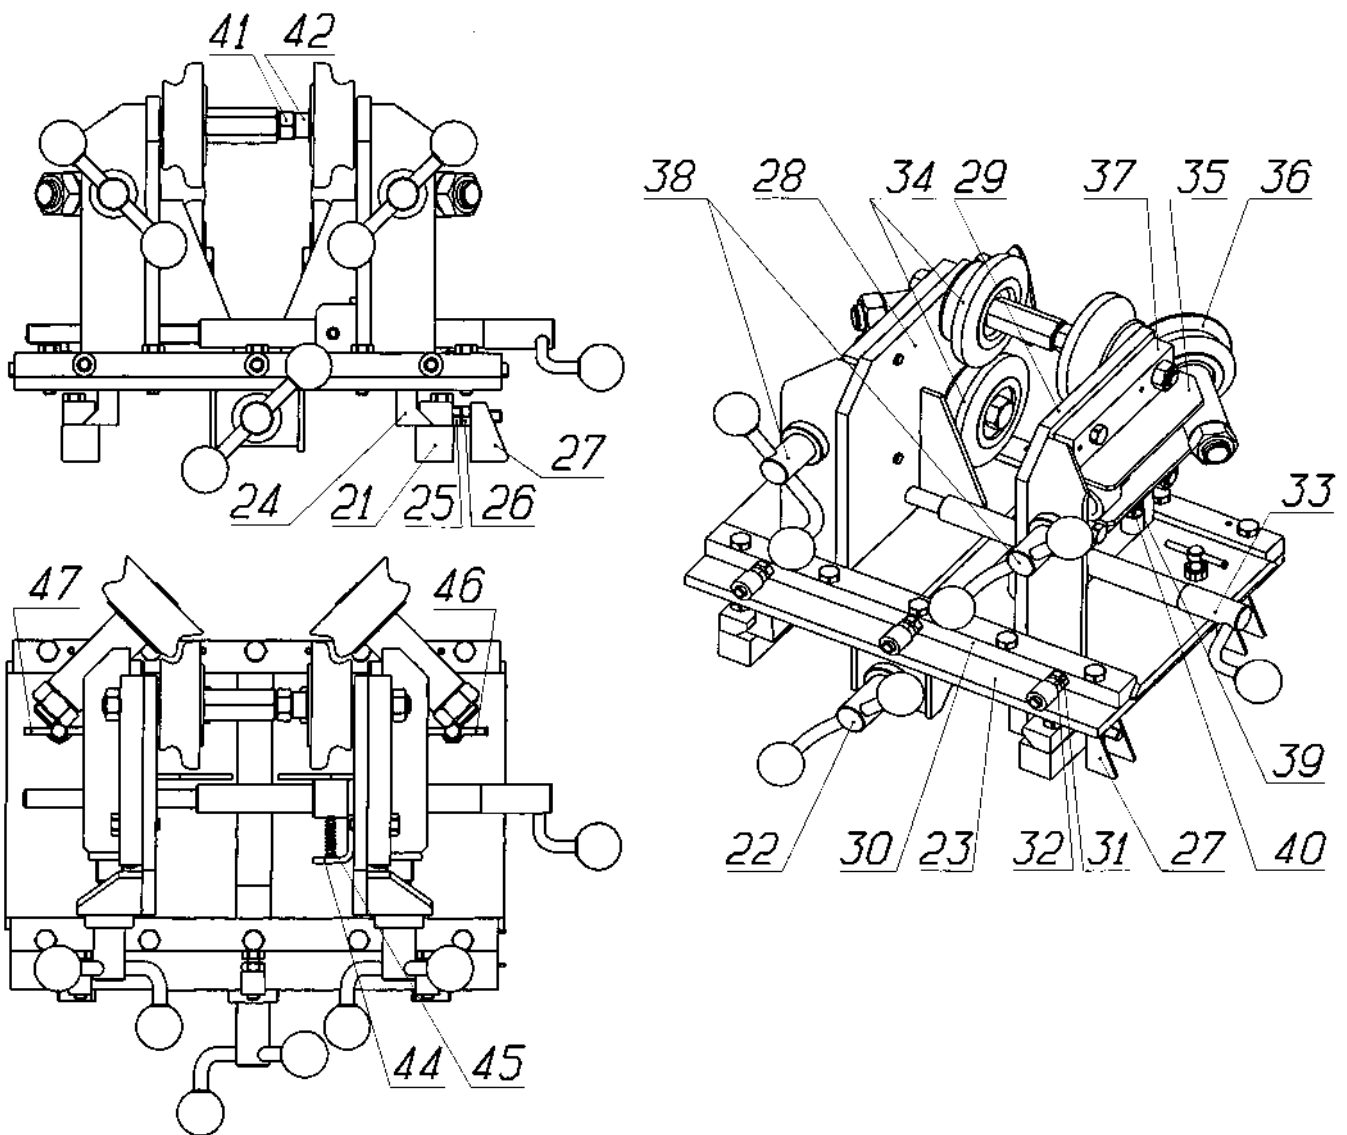

Рисунок 3 - Устройство дископравное
- 6.2.1. Подвести большие правильные Ролики 34 (рис.3) к полкам обода колеса. Должно производиться одновременное касание обода к четырем роликам 34. Допуск не параллельности оси колеса и оси роликов по горизонтали и вертикали должен составлять не более $\pm 0,5$ мм. Болты 16 (рис.2) затянуть до отказа, соблюдая равномерность затяжки.